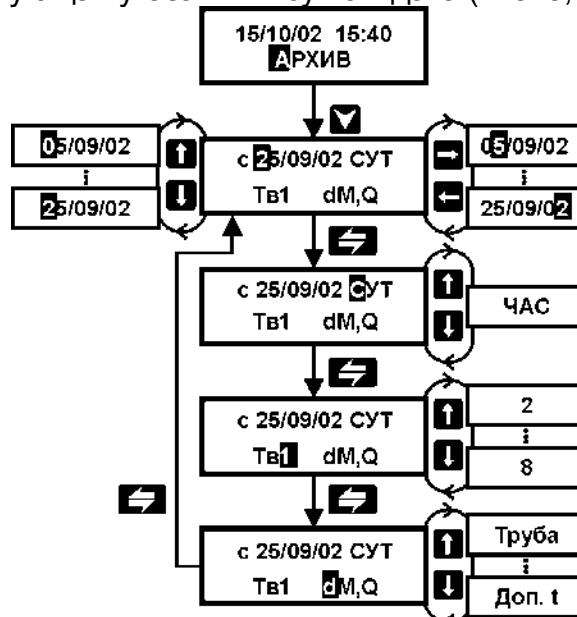

Рисунок 19 – Последовательность действий по просмотру архивной информации
1. Установить кнопками или пункт меню 1-ого уровня **АРХИВ** (рисунок 19);